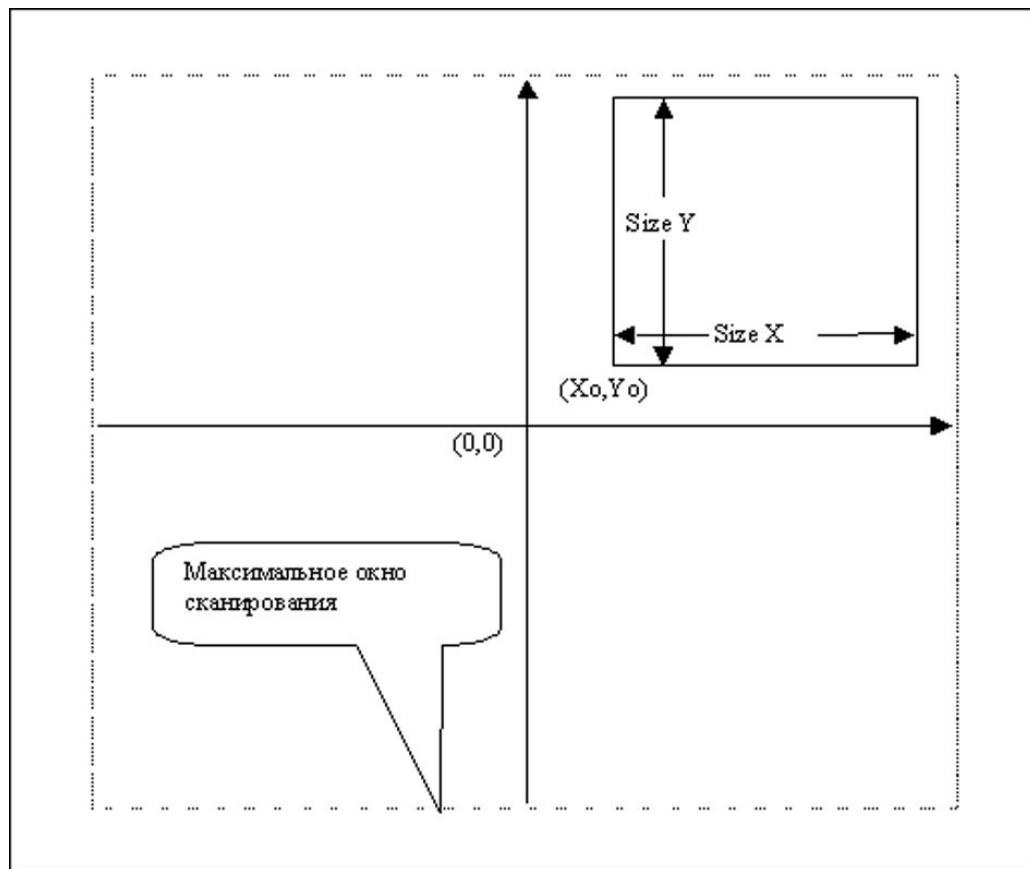

Рис. 2.11. Размеры окна сканирования.
- Хо, Yo, Ширина, Высота - координаты нижнего левого угла окна сканирования и его размеры (рис. 2.11). Размеры и позицию можно менять во время сканирования, изменения будут произведены на ходу. При изменении этих параметров размеры окна имеют больший приоритет, и в том случае, когда размеры задаются довольно большими, координаты нижнего левого угла автоматически уменьшаются. Ширина всегда соответствует горизонтальному размеру окна, а Высота вертикальному, независимо от выбора быстрой